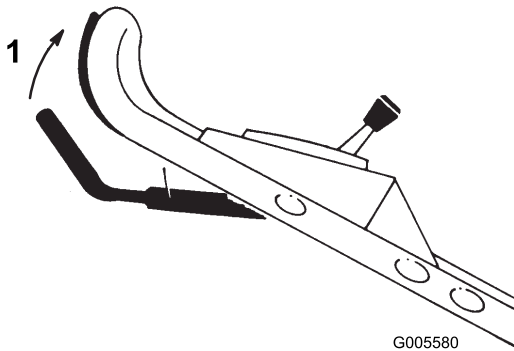

Figure 13
2. Serrez la barre de commande contre le mancheron pour avancer (Figure 13).
Vous pouvez varier la vitesse de déplacement en augmentant ou en réduisant la distance entre la barre de commande et le mancheron (Figure 13) de la manière suivante :